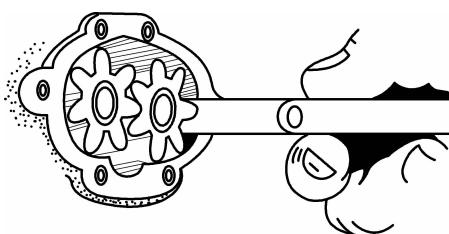

图 3-11 齿顶和泵壳间隙的检查
(2) 齿顶与泵壳内侧的间隙的检测。如图 3-11 所示, 使用极限一般为 0.20mm。